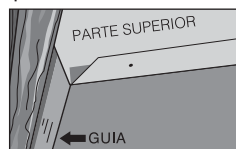
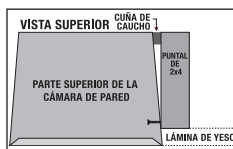

Figura 1
Figura 2
**Modelo CS:** Manteniendo la parte delantera de la cámara a ras con la superficie acabada (consulte la figura 1), fije la cámara de pared al puntal con 2 o más tornillos (no se incluyen) mediante los orificios que vienen en la cámara. Como alternativa, se puede añadir la cuña de caucho suministrada al costado de la cámara de pared para cuadrarla con el puntal (consulte la figura 2).
**Modelo CST:** Manteniendo la parte delantera de la cámara a ras con la superficie acabada (consulte la figura 1), fije la cámara de pared a los puntales con al menos 4 tornillos (no se incluyen) mediante los orificios que vienen en la cámara.